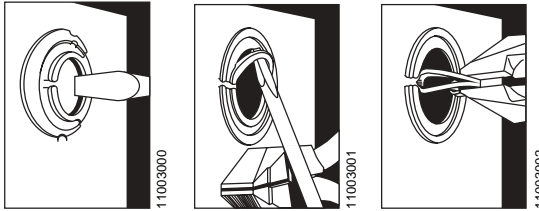

Figure 2 : Retrait des débouchures
4. Retirer les débouchures appropriées pour pouvoir installer les pinces ou le conduit de câble (tableau 1). Pour retirer les débouchures, voir la figure 2.